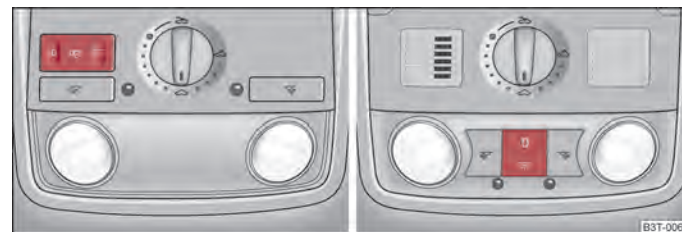

Abb. 41 Fahrzeuginnenbeleuchtung vorn
- Drücken Sie den Schalter an der Stelle des Symbols  \Rightarrow Abb. 41.
- Stellen Sie den Schalter in die Mittelstellung. Bei Fahrzeugen ohne Innenraumüberwachung ist die Mittelstellung mit einem Symbol  gekennzeichnet \Rightarrow Abb. 41 - links.